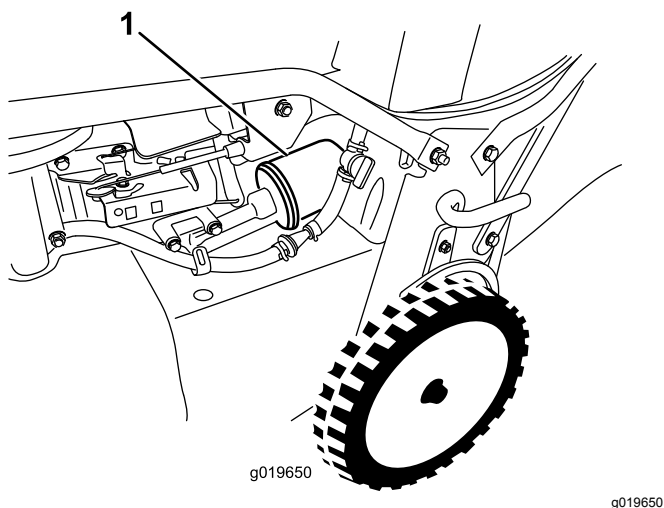

Рисунок 32
6. Снимите масляный фильтр (Рисунок 32).